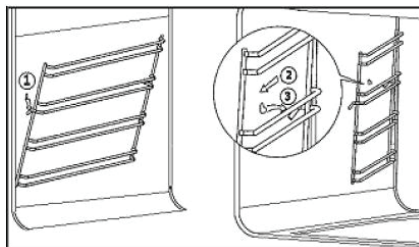

Рис. 13
1. Снимите передний крючок с боковой стенки духовки как показано на Рис. 13.